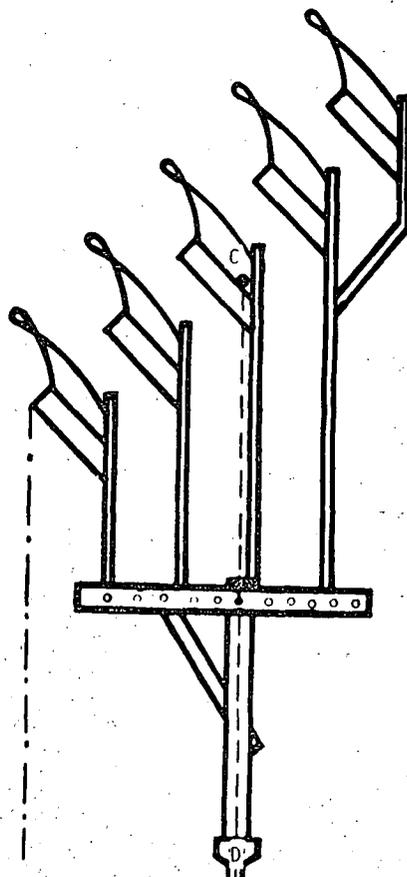

Fig. 2
A *linha de resistência do arado* é definida por dois pontos e a que une o centro de resistência do chassis (C) e passa pelo cabeçalho do arado e o ponto de acoplamento (D) (fig. 2).